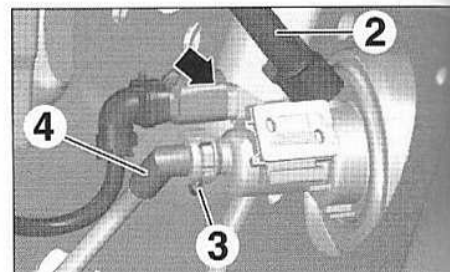

FIG.16
- Débrancher le connecteur (flèche) (Fig.16).